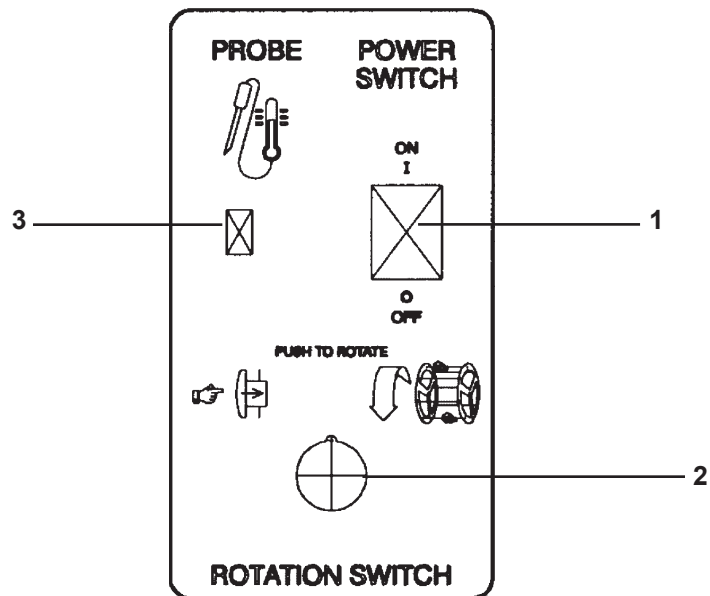

Figura 3-1
3-2. COMANDI E INTERRUITORI (vedi Figura 3-1 e 3-2)
3.2 COMANDI E INTERRUITORI (vedi Figura 3-1 e 3-2) **(segue)**